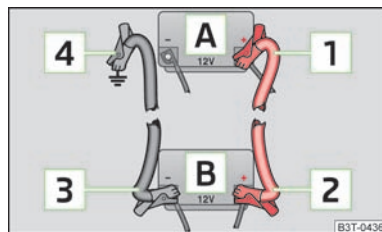

Fig. 114
- Fixez une extrémité **[1]** » fig. 114 sur le pôle positif de la batterie déchargée **[A]**.
- Fixez une extrémité **[3]** » fig. 114 sur le pôle négatif de la batterie fournissant le courant **[B]**.